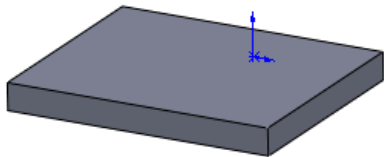
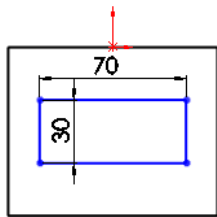

图 8-16 生成拉伸特征
图 8-17 绘制矩形草图
(2) 单击“特征”工具栏中的“拉伸凸台/基体”按钮，或执行“插入”→“凸台/基体”→“拉伸”菜单命令，在“深度”一栏中键入值 80，然后单击“确定”按钮。结果如图 8-16 所示。
(3) 单击图 8-16 中的上表面，然后单击“视图”工具栏中的“正视于”按钮，将该表面作为绘制图形的基准面。在此表面上绘制一个“矩形”草图，如图 8-17 所示。